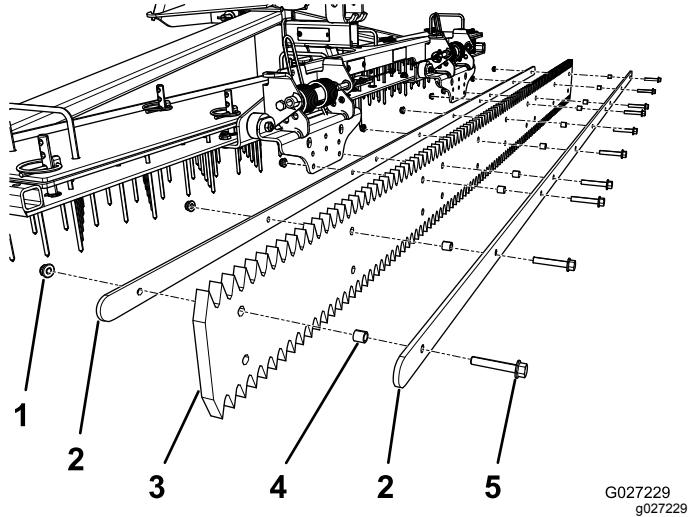

Рисунок 12
- Снимите 10 гаек и болтов, которые крепят 2 опорных планки к резиновой гладилке (Рисунок 12).